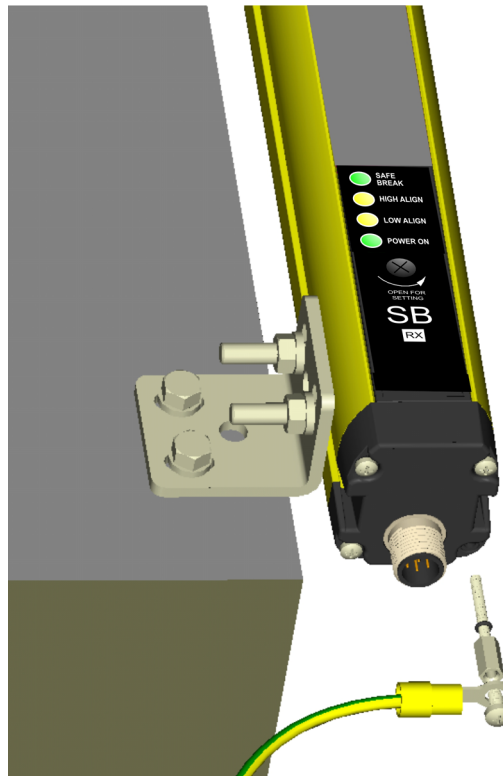

Abb. 19
- Die Erdung von Sender und Empfänger ist nicht erforderlich; falls erwünscht, lässt sich besagter Anschluss durch das Verschrauben der zu diesem Zweck mitgelieferten Schraube an Stelle einer beliebigen der 8 Schrauben, die das Kopfende jeder Leiste abdecken, herstellen. (s. Abb.19).